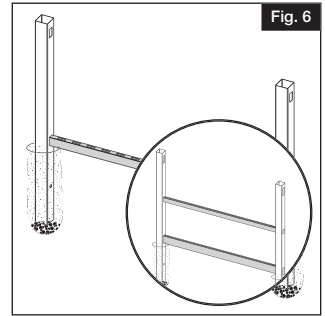

Fig. 6
- a. Insert bottom rail into bottom post hole routes of both posts (Fig. 6).
- Insérer la traverse inférieure dans les trous toupillés au bas des deux poteaux (Fig. 6).